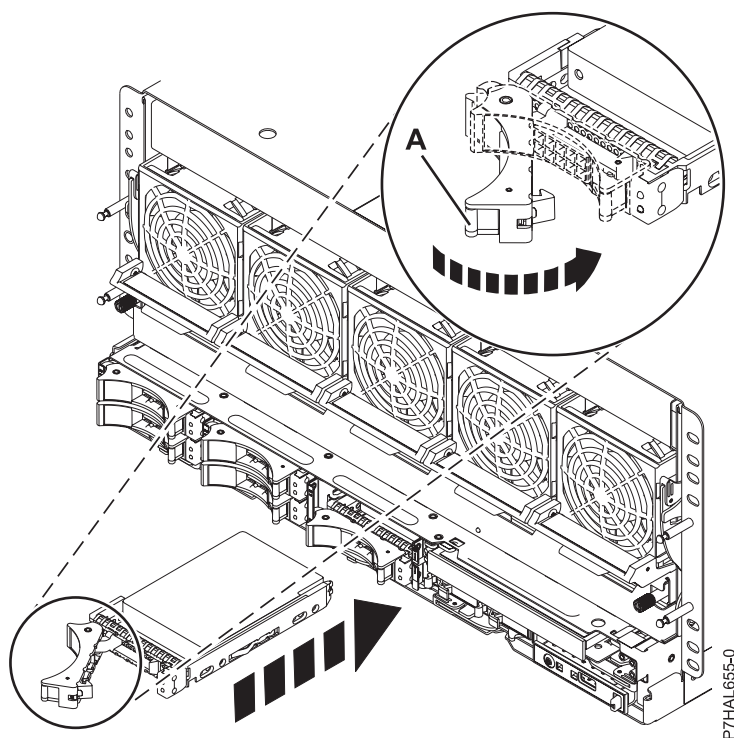

Figura 43. Substitució d'una unitat de disc al sistema
8. Quan el LED d'identificació es torni sòlid, inseriu del tot la unitat de disc o unitat d'estat sòlid en el sistema o unitat d'expansió i feu pressió a la nansa de la unitat (**A**) fins que quedi bloquejada, tal com es mostra a la Figura 43 a la pàgina 74.